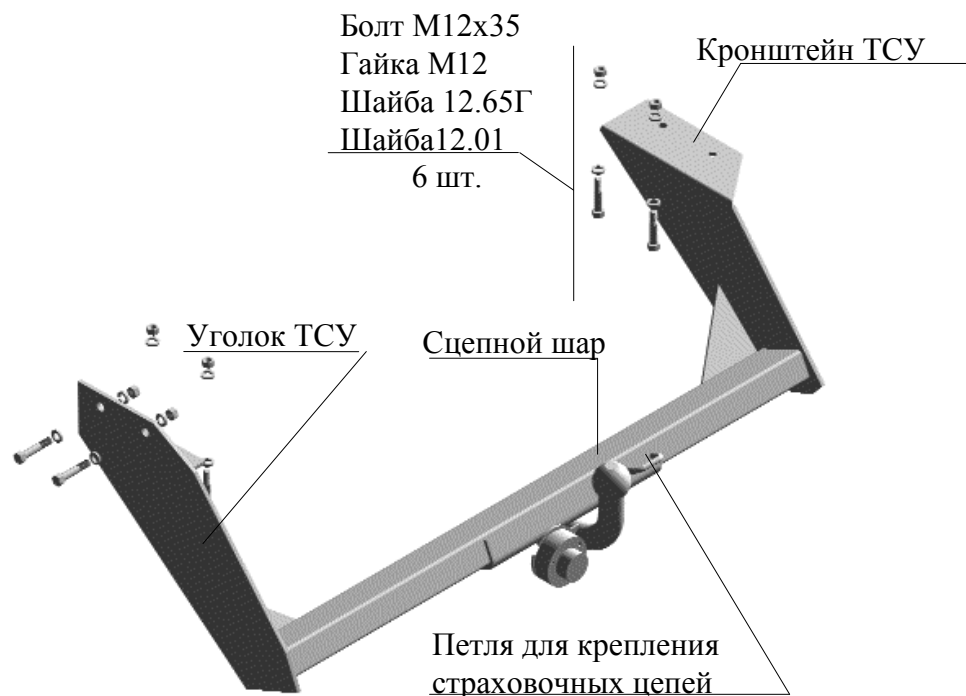

Рис.1 Тягово-сцепное устройство ТСУ 2206
2.1 ТСУ 2206 в сборе (рис.1)	1 шт.
2.2 Пакет с комплектующими (см. рис.1)	1 шт.
4.3 Закрепить ТСУ на лонжеронах автомобиля шестью болтами М12х35 в соответствии с рис.1.